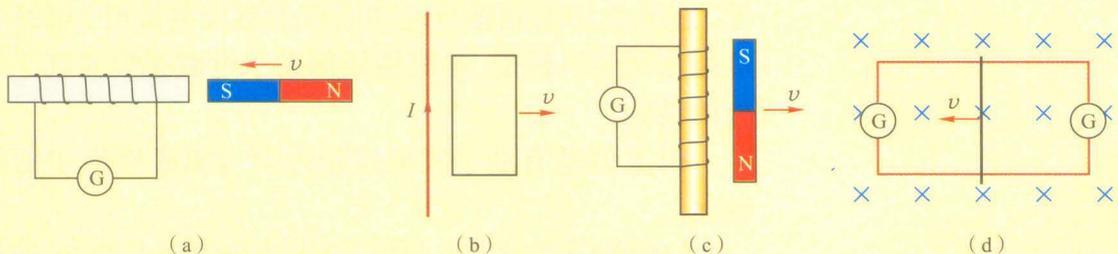

图 1-4-12
4. 判断图1-4-12所示的各种情况下线圈内感应电流的方向.